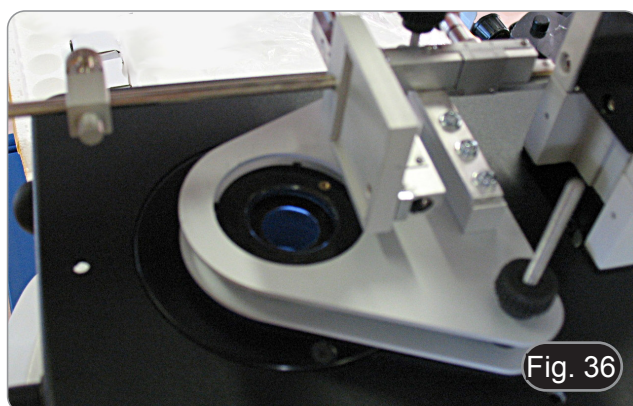

Fig. 36
3. Empilhar o suporte de translação e fixá-lo com os espaçadores. (Fig. 36)